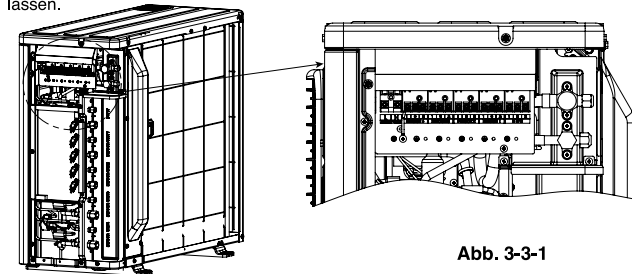

Abb. 3-3-1
- Um falsche Anschlüsse zu vermeiden, sehen Sie sich die Terminalkennzeichnung an, die auch in Abb. 3-3-1 abgebildet ist.